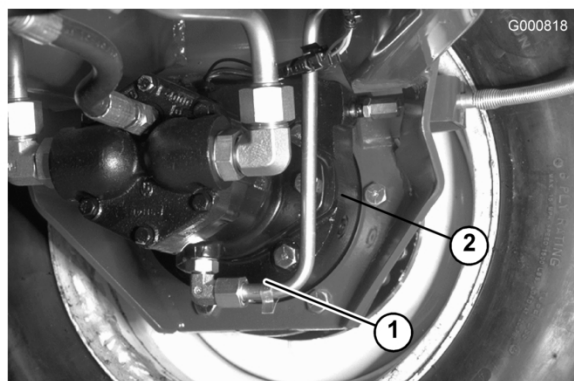

Figura 53
2. Retire o tampão da transmissão (Figura 52) e o tampão de verificação que se encontra na zona traseira do travão (Figura 53).